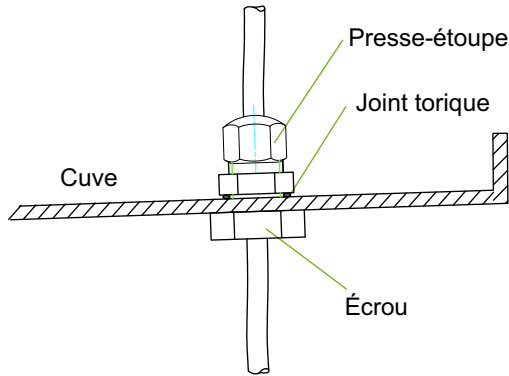

Fig. 1.4:
- 1) Près d'un passage de câbles, percez un trou de Ø 16 mm pour un presse-étoupe supplémentaire dans la cuve de condensats et fixez le collier de fixation fourni (voir Fig. 1.4 à la page 2)